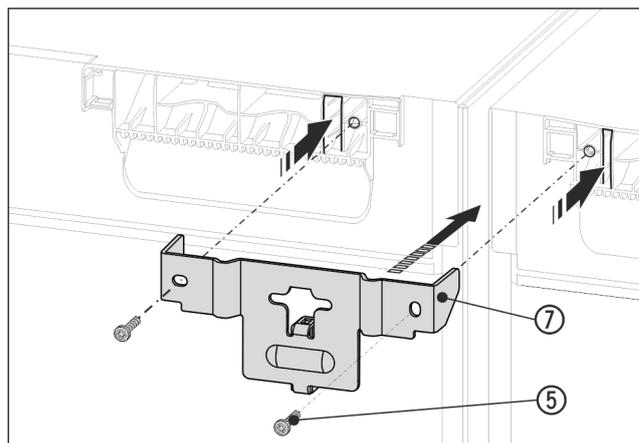

Fig. 15 Representación a modo de ejemplo
- ▶ Deslice la escuadra Fig. 15 (7) junto con la pieza distanciadora entre los aparatos introduciendo las solapas en el techo del aparato. Apriétela con los 2 tornillos Fig. 15 (5).